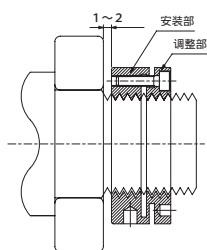

图14
2. 请事先松开夹紧螺丝。之后拧上夹紧螺母直至露出端面（1-2mm）。（图14）